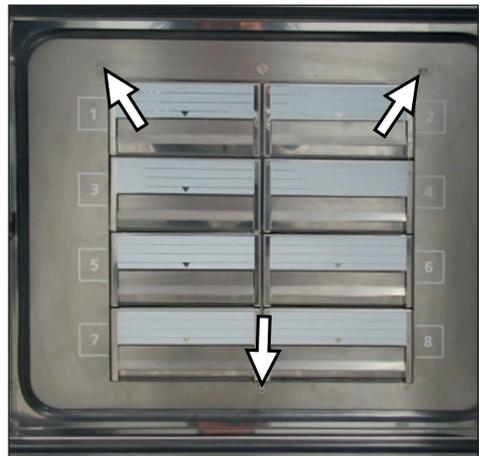

Abb. 5 IVF-Modul befestigen
2. IVF-Modul mit 3 Schrauben M6 x 70 befestigen (Abb. 5).
1. Die 3 Schrauben für die Befestigung im Innenraum mit einem Innensechskant-Schraubendreher lösen (Größe 5, siehe Abb. 5).